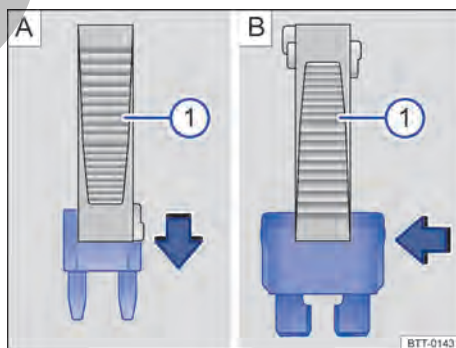

Fig. 115 Quitar o instalar un fusible con la garra de la pinza de plástico .
- De ser necesario, retire la pinza de plástico → fig. 115 ① del soporte. El soporte se encuentra en la parte trasera de la caja de fusibles cerca de la toma de diagnóstico.
- En caso de *fusibles pequeños*, encajar la garra ① por encima → fig. 115 A.
- En caso de *fusibles mayores*, empujar la garra ① lateralmente sobre el fusible → fig. 115 B.
- Si el fusible está quemado, sustituir el fusible por uno nuevo de la *misma* intensidad de corriente (mismo color e inscripción) y del *mismo* tamaño → ①.